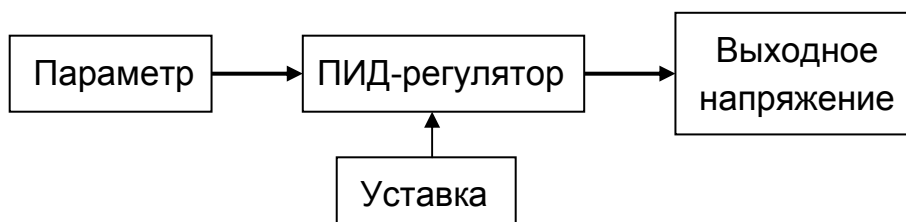

**Рисунок 4.8** Функциональная схема системы горячего водоснабжения
4.6.9 Условие «Задержка по дискретному входу» может использоваться для формирования перепада через определённое время после изменения состояния дискретного входа. Время задержки **T**, адрес и номер дискретного входа **Dk**, состояние выхода до и после задержки указываются при конфигурировании. Рисунок 4.8 поясняет использование данного условия.